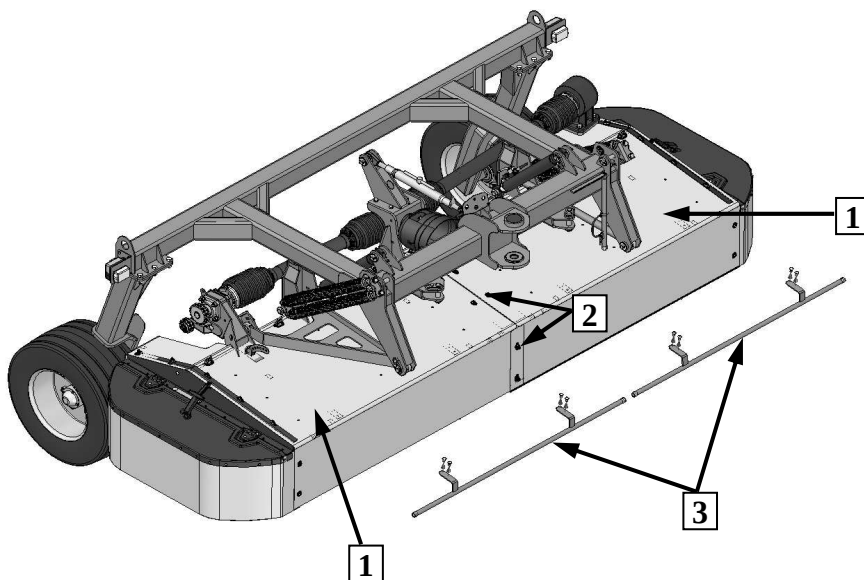

Рис. 6. Крепление брезентовой защиты на косилке
В связи со складыванием, косилки производимые фирмой СаМАШ ООО оснащены брезентовыми защитами (1) для самостоятельного монтажа. Для правильной установки защиту следует разложить её на косилке и закрепить зажимами (2) и передней защитой (3) **Рис. 6.**